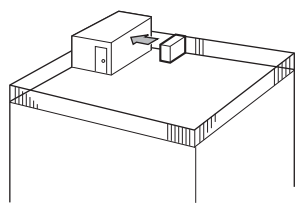

Fig. 3-2
- ① Richten Sie die Luftaustrittsöffnung mit einem Abstand von etwa 50 cm auf die nächstgelegene Wand aus. (Fig. 3-2)